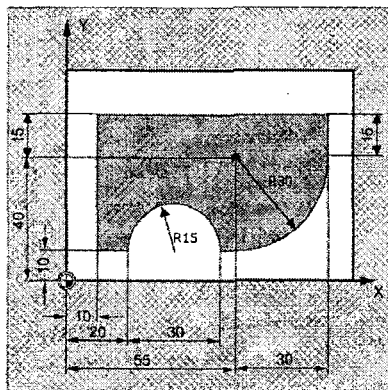

Рис. 4.14
4.4. Предложите программу обработки детали, приведенной на рис. 4.14. Условия: 1) правое вращение шпинделя с частотой 3000 об/мин, подача 500 мм/мин; 2) необходимо учесть коррекцию радиуса фрезы, коррекция на внешних углах отсутствует; 3) контур обрабатывать с постоянной контурной скоростью без зашлифовки переходов; 4) на изогнутых участках подача корректируется по CFIN (для предотвращения повреждения внешней закругленной поверхности с R30 из-за высокой скорости подачи); 5) «темный» участок детали возвышается над «светлым» на 26 мм, обработать за два погружения фрезы.